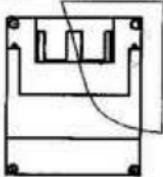

图 6-47 在激活的工程视图上绘制一封闭的裁剪轮廓
(1) 打开工程图文件“box.slddrw”，或者新建一个工程图文件，创建标准工程视图或其他视图。
(2) 激活要生成裁剪视图的工程视图 1，使用草图绘制工具绘制一封闭轮廓，如图 6-47 所示。